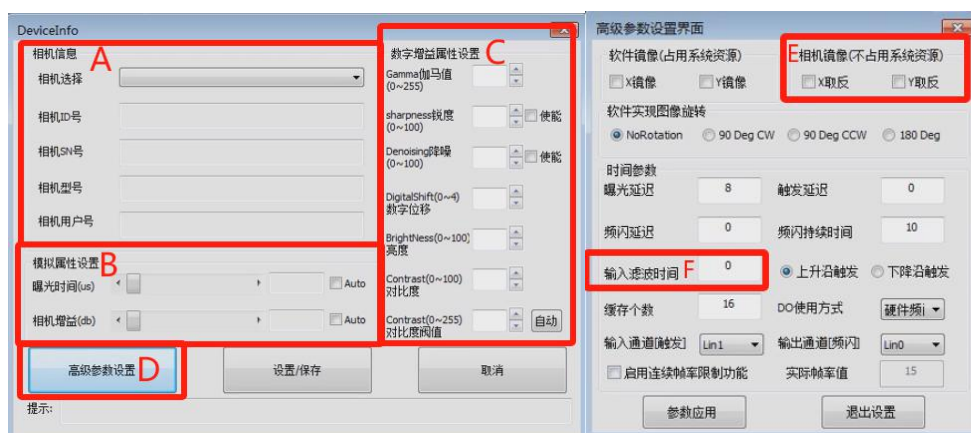

图 2-4
- C. **相机设置**：当图像效果需要进行相机参数操作时，点击“相机设置”进入如下图 2-4 界面：
- d. **高级参数设置:** 点击弹出高级参数设置界面, 如图 2-4 右侧所示;